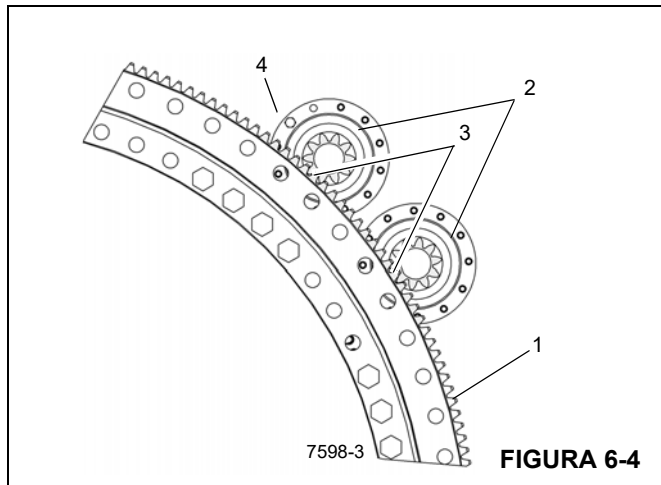

FIGURA 6-4
5. Oriente a engrenagem de coroa de forma que seu ponto de excentricidade máxima (“ponto superior”) esteja localizado entre os acionamentos do giro. Posicione os acionamentos do giro de forma que o pinhão fique centralizado no recorte na placa da base e as entradas do motor fiquem voltadas para o lado externo (Figura 6-4).
**NOTA:** Ajuste o engate do dente (3) (Figura 6-4) para uma folga de 0.25 pol. (6,4 mm). Gire o mancal (1) em uma revolução enquanto verifica a folga em incrementos de 90°.